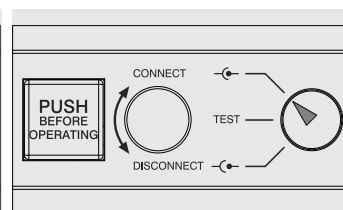

Figura 103
- interruptor en posición de insertado (véase Figura 103)